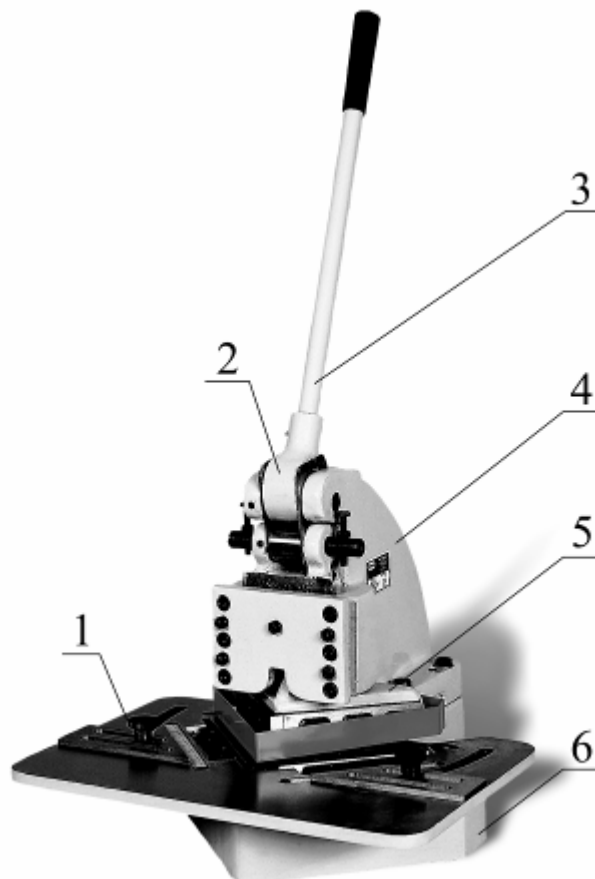

Рисунок 1.
3.2. Основные узлы и детали оборудования (см. рис.1).